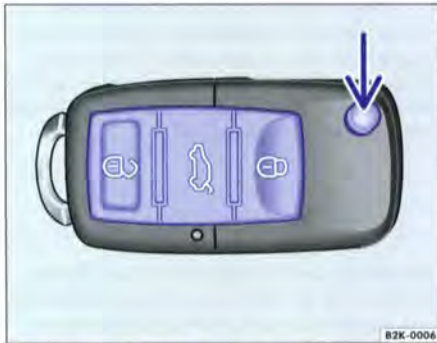

Fig. 24 Touches dans la clé à radiocommande
Seule la porte du conducteur est déverrouillée lorsque vous tournez la clé dans la serrure de la porte du conducteur une fois dans le sens de l'ouverture ou lorsque vous appuyez une fois sur la touche ⇒ page 33, fig. 24  de la clé à radiocommande.
– Appuyez sur la touche ⇒ fig. 24 de la clé à radiocommande pour déverrouiller toutes les portes et le hayon.
En appuyant sur la touche dans la clé à radiocommande ⇒ fig. 24 (flèche), vous déverrouillez le panneton.
Si vous appuyez fréquemment sur la touche  ⇒ page 33, fig. 24 en dehors du périmètre d'action de la clé à radiocommande, vous ne pourrez
- Dégagez le panneton en appuyant sur le bouton ⇒ page 33, fig. 24 (flèche).